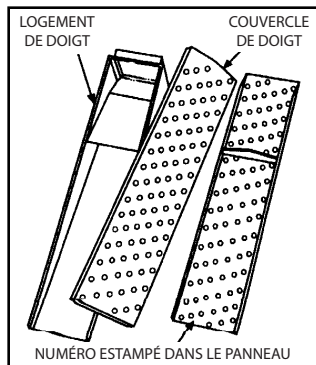

Figure 3
3. Assembler les doigts comme illustré aux **Figures 3 et 4.**